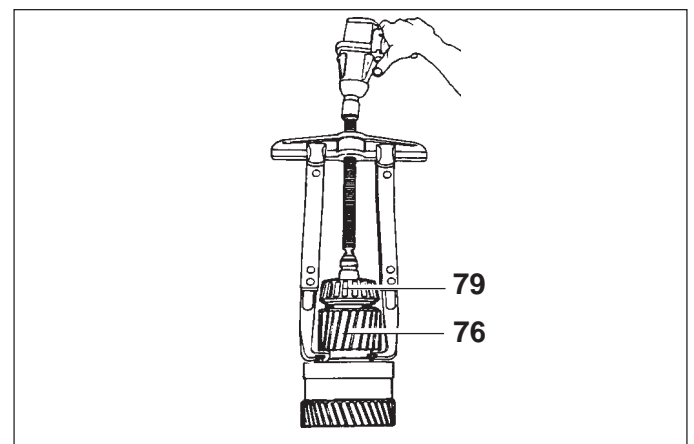
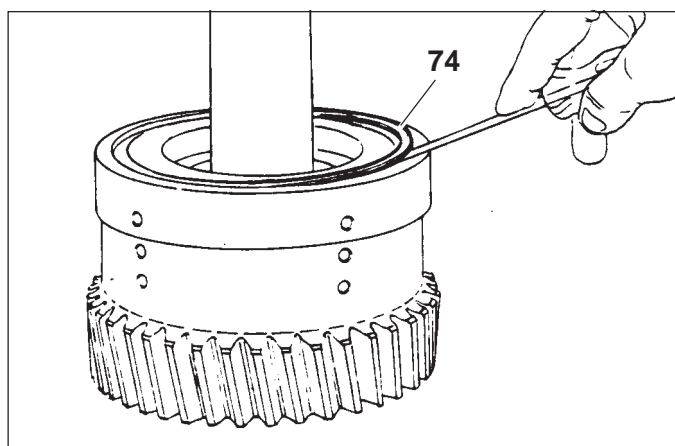

Fig. 18
Fig. 19
- 1) Togliere dalla loro sede i segmenti (81) che in fase di rimontaggio dovranno essere sostituiti con elementi nuovi.
- 2) Impegnare l'estrattore a griffe per esterno sull'estremità della dentatura (lato campane frizione), estrarre l'ingranaggio (76) e con esso il cuscinetto (79), la ralla (78) e il cuscinetto assiale (85-86 Fig. 18).
- 3) Sfilare dall'albero (48) i cuscinetti (83) e il distanziale (77).
- 4) Estrarre il cuscinetto (85), (86) e (87).
- 5) Con un cacciavite disimpegnare dalla cava l'anello di sicurezza (74 Fig.19).
- 1) Remove piston rings (81) from shaft, use new ones during re-assembly.
- 2) Remove clutch hub pinion gear (76), taper roller bearing (79) thrust washer (78) and axial bearing (85-86) by use of a suitable bearing puller (Fig.18).
- 3) Remove needle bearing (83) from shaft (48) and spacer (77).
- 4) Disassembly the tapered bearing (85), (86) and (87).
- 5) With a suitable screw driver release the retaining snap ring (74) from clutch housing gear (Fig. 19).